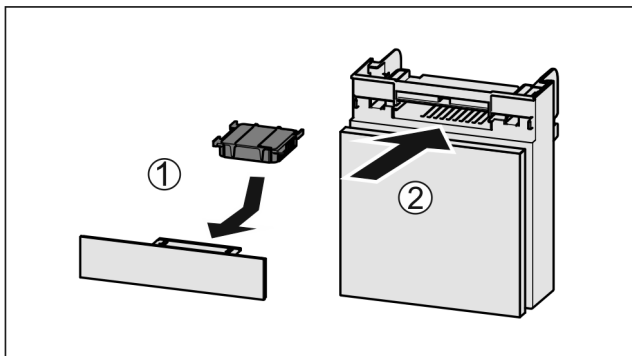

Fig. 168
- ▶ 按图装入 Fig. 168 (1) 活性炭过滤器。
- ▶ 推入 Fig. 168 (2) 抽屉。